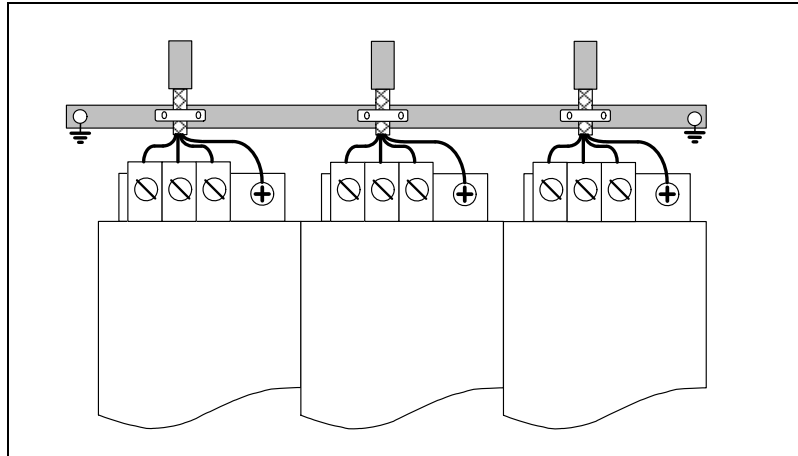

FIGURA H7-8
- En la conexión de cables de potencia es óptimo conectar la pantalla de este cable a una barra de conexión a tierra. Véase FIGURA H7-8.